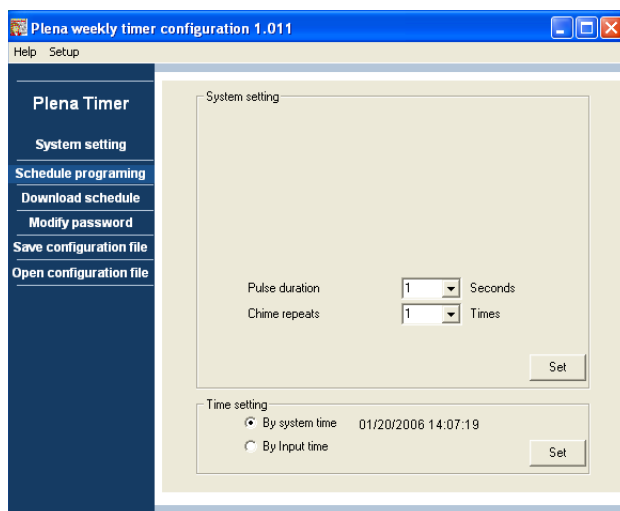

Abbildung 8.10: Hauptmenü
- 3 Geben Sie das Passwort (12345678) in das Feld Enter password ein und klicken Sie auf die Schaltfläche OK. Daraufhin erscheint das Hauptmenü (siehe Abbildung 8.10).
Nach der Eingabe des richtigen Passworts erscheint das Hauptmenü (siehe Abbildung 8.10). Über die blauen Schaltflächen auf der linken Seite dieses Fensters besteht Zugriff auf alle Fenster der Konfigurationssoftware.